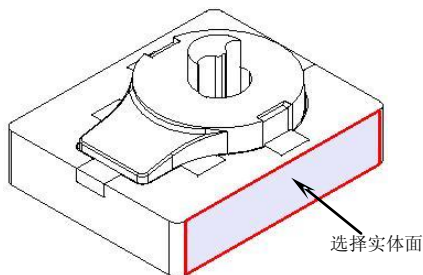
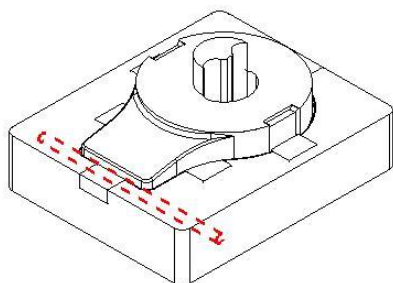

图7-108
图7-109
2. 在【注塑模向导】工具条中单击【冷却】按钮，弹出【Cooling Component Design】对话框。在【PIPE_THREAD】下拉列表中选择【M10】选项，在【尺寸】选项卡中将“HOLE_1_DEPTH=50”和“HOLE_2_DEPTH=50”改为“HOLE_1_DEPTH=220”和“HOLE_2_DEPTH=220”，单击 **确定** 按钮并选择实体面，如图 7-108 所示。在弹出的【点构造器】对话框中输入【绝对】坐标点 $(110, -115, -30)$ ，单击两次 **确定** 按钮创建冷却水道，如图 7-109 所示。